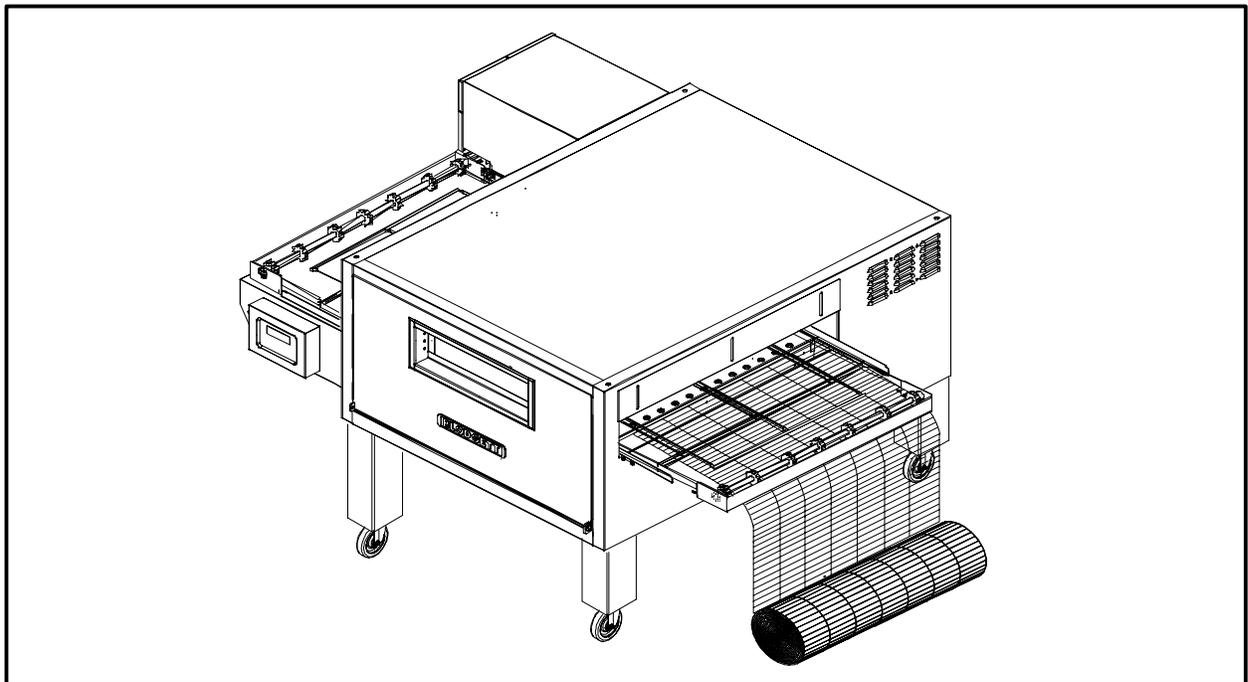

Figure 11
1. Rentrez la courroie du convoyeur à partir du côté droit du four. La courroie a des boucles aux deux extrémités. Ces boucles doivent voyager à rebours sur la crémaillère du convoyeur pour éviter tout dommage. Voir la Figure 11 pour la bonne orientation de la courroie.